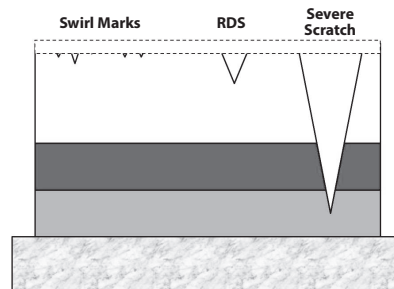
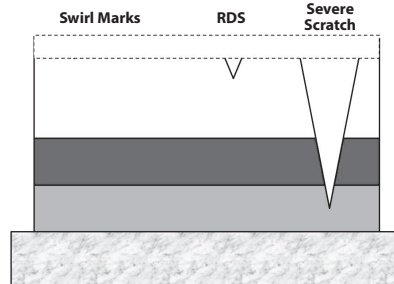
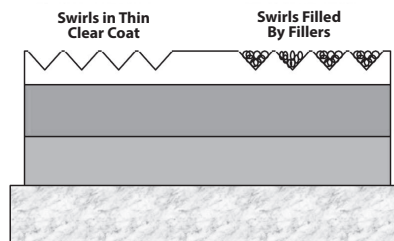
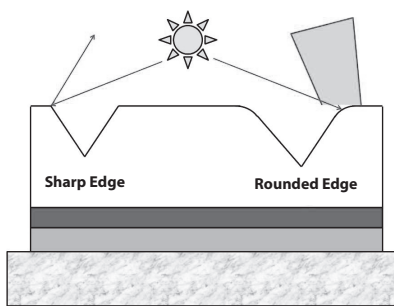

Abb. 11
Abb. 12
Abb. 13
Abb. 14
- Im Falle von sehr feinen, flachen „Kratzern“ genügt nur die Verwendung der Poliermasse ohne Schleifmittel, wobei diese flachen Fehler mit der Masse so verfüllt und ausgeglichen werden, dass sie nicht mehr zum Vorschein kommen, siehe Abb. 13.
➔ **Feine Kerben „swirl marks“**, wie auf der Abb. 11 zu sehen, sind feine Kerben, die unter Verwendung von Schleifmittelpasten vollständig ausgeschliffen werden können, siehe Abb. 12, oder - falls sie fein und flach sind - können Sie mit der Poliermasse ausgefüllt und auspoliert werden, sodass sie nicht zu sehen sind und daher muss in solchen Fällen keine Schleifmittelpaste verwendet werden, siehe Abb. 13. Dies hängt jedoch von der konkreten Situation ab. Die Praxis ist auf der Abb. 4 dargestellt.
➔ **Tiefere Kratzer** auf der Abbildung 11, die als „RDS“ bezeichnet sind, können mit Schleifpasten verflacht werden - siehe Abb. 12 - und mit der Paste ausgefüllt und auspoliert werden, wie im Falle der feinen Kratzer „swirl marks“, siehe Abb. 13. Die Praxis ist auf der Abb. 3 dargestellt.
➔ **Tiefe Kratzer**, die unter den Lack bis auf die Farbe gehen, sog. „severe scratch“ auf der Abb. 11, können zwar nicht entfernt werden, man kann sie jedoch durch Verwendung von Schleifpasten und Poliermassen weniger auffällig machen. Durch Anwendung der Schleifpaste kommt es zur Abrundung der Kantengrenzen von Kerben und wenn auf diese abgerundete Kante das Licht fällt, wird es nicht abgestrahlt sondern zerstreut, wodurch die Kerbe nicht so auffällig wirkt, siehe Abb. 14.